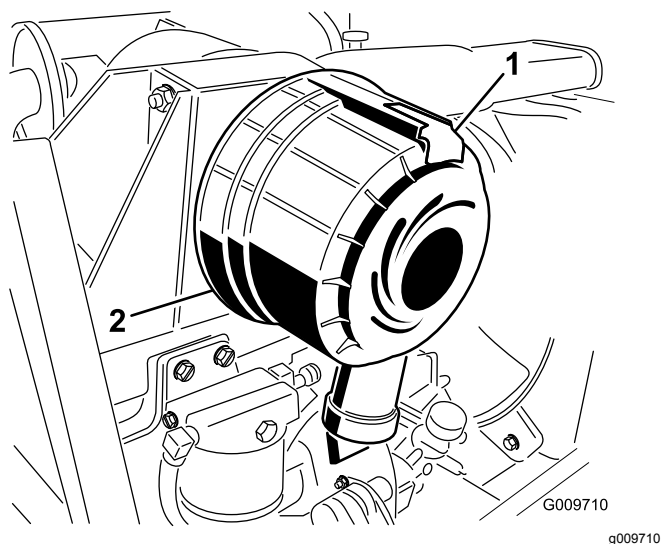

Figura 50
1. Puxe o trinco para fora e rode a cobertura do filtro de ar no sentido contrário ao dos ponteiros do relógio (Figura 50).